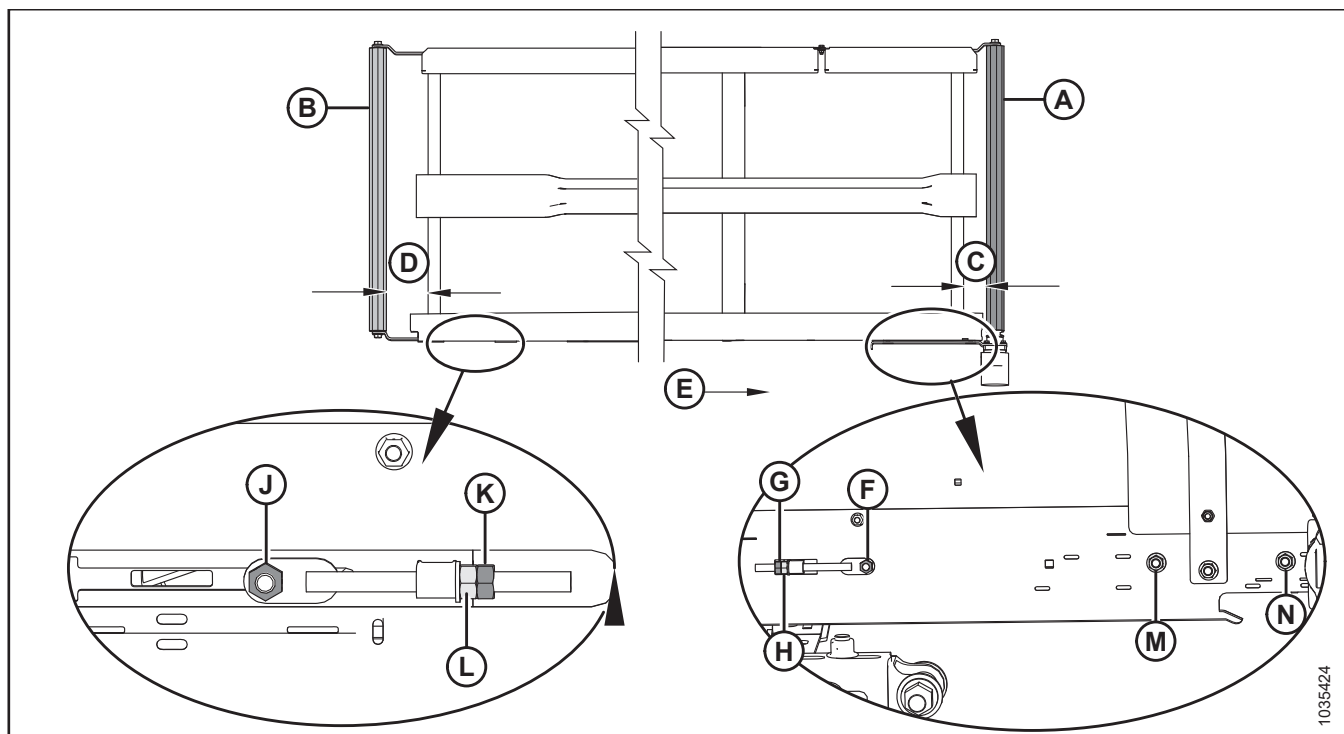

Рисунок 4.248: Регулировка хода полотна — левое полотно
2. Отрегулируйте приводной ролик (А), чтобы изменить параметр С (см. таблицу 4.2, страница 405 и рисунок 4.248, страница 405), выполнив следующее.
- a. Ослабьте гайки (F), (M) и (N), а также контргайку (G).
- b. Поверните регулировочную гайку (H).
- c. Затяните гайки (F), (M) и (N), а также контргайку (G).
3. Отрегулируйте натяжной ролик (В), чтобы изменить параметр D (см. таблицу 4.2, страница 405 и рисунок 4.248, страница 405), выполнив следующее.
- a. Ослабьте гайку (J) и контргайку (K).
- b. Поверните регулировочную гайку (L).